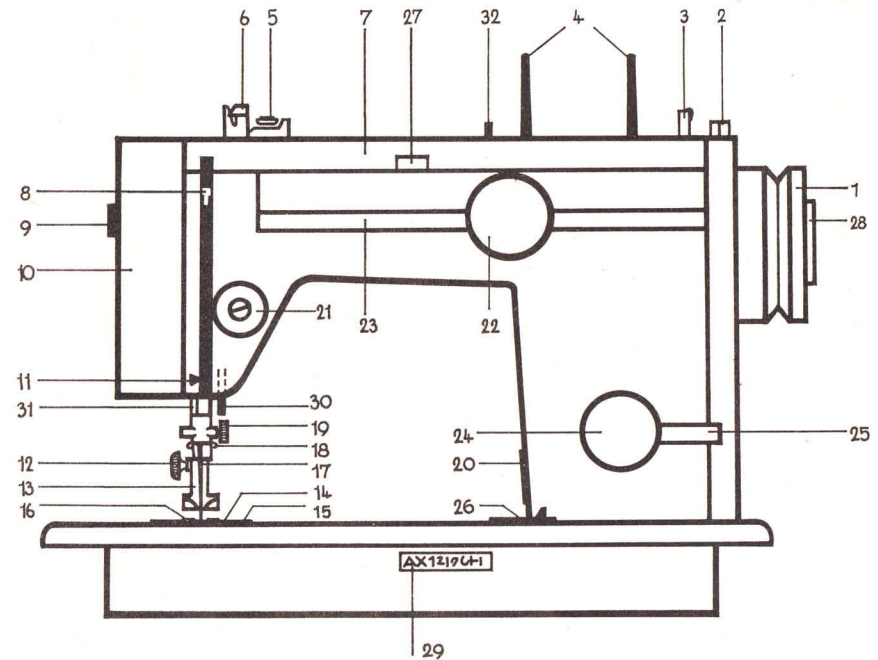

Abb. 1 Spezial-Nutznah-Automatik-Nähmaschine Modell 8014/40
1. Bezeichnung und Funktion der Teile (Abb. 1)